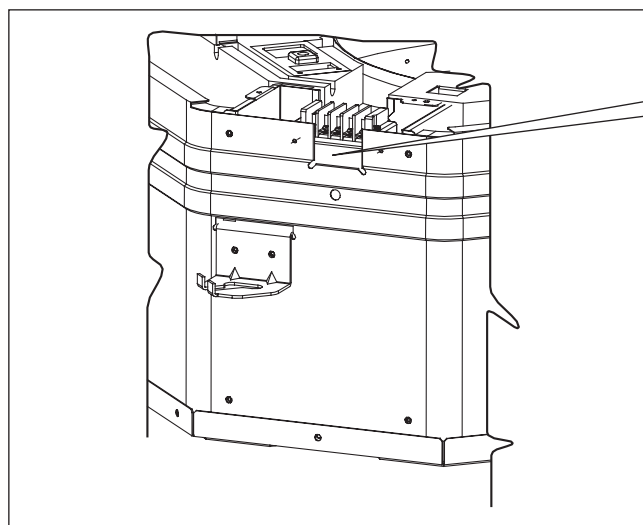

Abbildung 4
2. Die Kabel durch das Loch ziehen, wie in Abbildung 4 und 5 dargestellt. Die Höhe des Lochs nicht überschreiten.